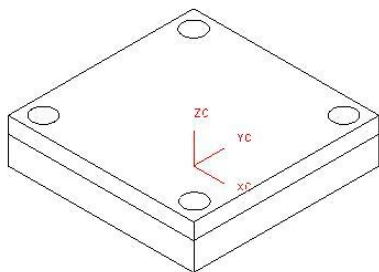

图5-49
6. 在设计区域中只显示刮板和A板，将其他组件全部隐藏，结果如图 5-49 所示。